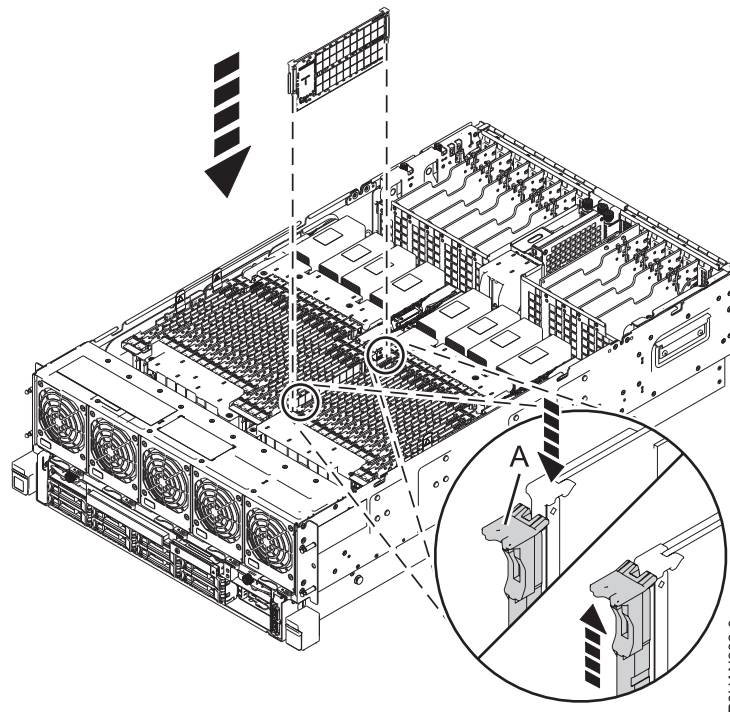

Figura 6. Instal·lació o substitució d'una memòria al sistema 8408-44E o 8408-E8E
6. Pressioneu el mòdul de memòria amb fermesa a la ranura fins que la pestanya de bloqueig (A) quedi fixada al seu lloc. Consulteu Figura 6 a la pàgina 9.